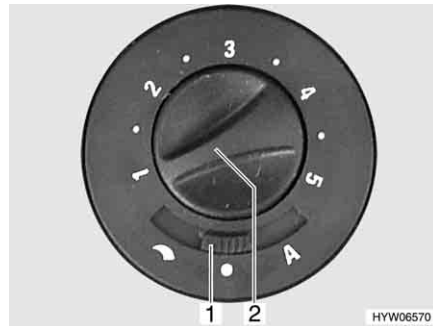

Bild 127 Reglage för cirkulationsfläkt
- Ställ skjutreglaget (Bild 127,1) på "☾" (manuell reglering) eller "A" (automatisk drift).
- Ställ in önskad effekt (manuell reglering) eller begränsa effekten (automatisk drift) på cirkulationsfläkten med vredet (Bild 127,2).
- Ställ skjutreglage (Bild 127,1) på "●" (från).